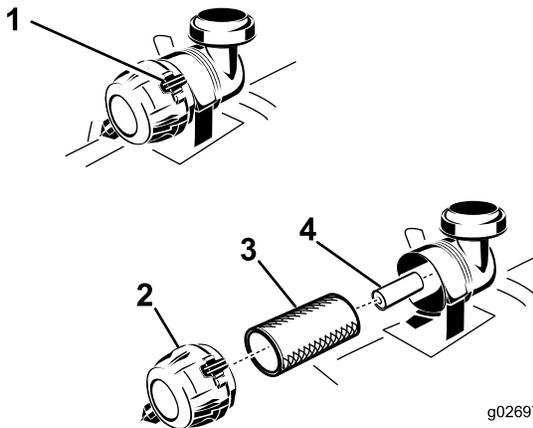

Figura 49
4. Liberte os grampos de retenção do filtro de ar e empurre a cobertura do filtro de ar para fora do corpo do filtro de ar (Figura 49).
6. Empurre suavemente o filtro primário para fora do corpo do filtro de ar (Figura 49).
2. Se substituir o filtro interior, empurre-o com cuidado para o corpo do filtro (Figura 49).
3. Empurre com cuidado o filtro principal sobre o filtro de segurança (Figura 49).
4. Instale a cobertura do filtro do ar com a tampa do respiro para baixo e rode de modo a que os grampos de retenção prendam a cobertura no lugar (Figura 49).